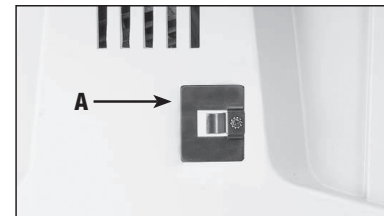
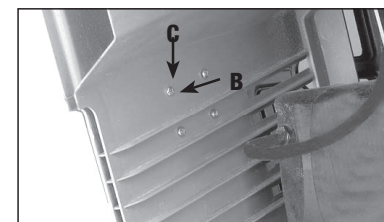

Fig. 21
Fig. 22
2. Fixe o prendedor do graminho (A) Fig. 21 no lado esquerdo do compartimento da serra usando os quatro parafusos M4x.2x10mm (B) Fig. 22 e arruelas lisas 3/16" (C) de dentro do compartimento da serra.